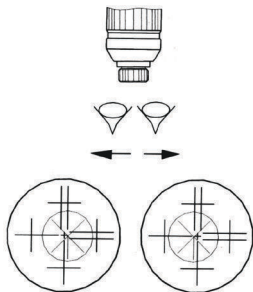

Рис.2
- сфокусируйте телескоп на цели при помощи фокусировочного винта (см. рис.2).